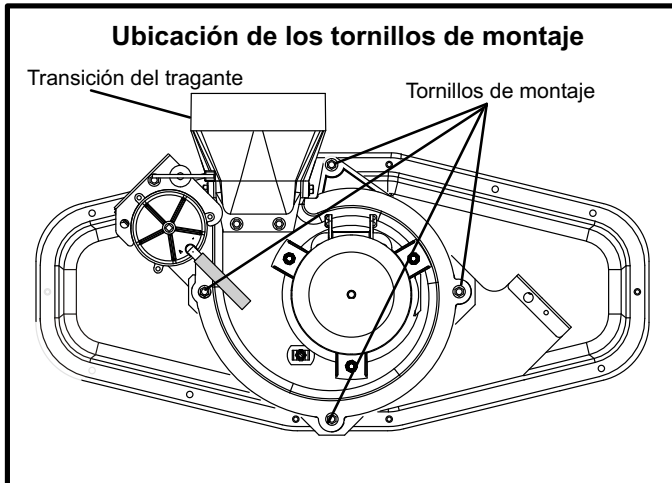

FIGURA 13
- 1 - Quite los cuatro tornillos de montaje (figura 13) que sujetan el conjunto del inductor de aire de combustión/interruptor de presión a la placa de oficio. Levante el conjunto del inductor y gírelo 90 grados en sentido horario o contrahorario ya sea a la posición de las 3:00 o de las 9:00 horas. Afiance nuevamente con cuatro tornillos. La empaquetadura debe dejarse en posición.